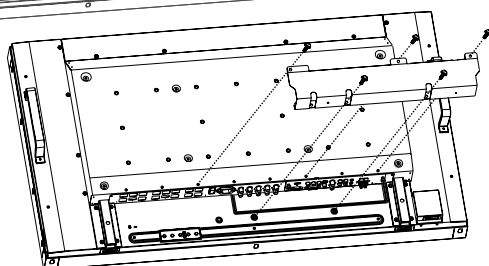

Figura 7
- Utilizzare 5 delle viti M4 x 10 (incluse) per fissare la copertura cavi (Figura 7).